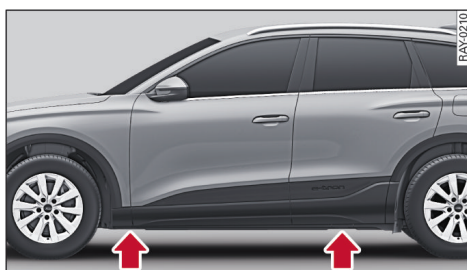

图 133 车门槛：标记
- ▶ 在车门槛上寻找离待更换车轮最近的标记⇨图 133。在边梁上的标记后面就是汽车千斤顶的支撑点。